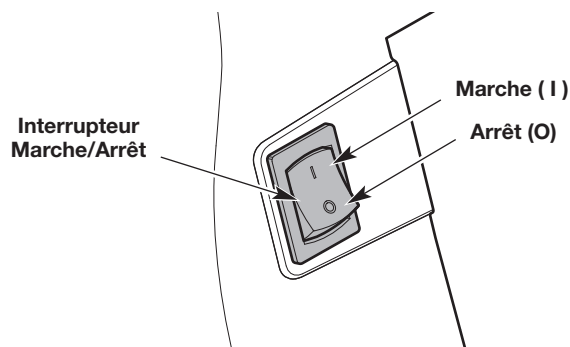

Fig. 9
REMARQUE : il n'est pas nécessaire de démarrer l'appareil. L'interrupteur de marche/arrêt est constamment en position de **Marche (I)** (Fig. 9).
2. Appuyez sur l'interrupteur de marche/arrêt et maintenez-le enfoncé en position **d'Arrêt (O)** jusqu'à ce que le moteur s'arrête complètement (Fig. 9).